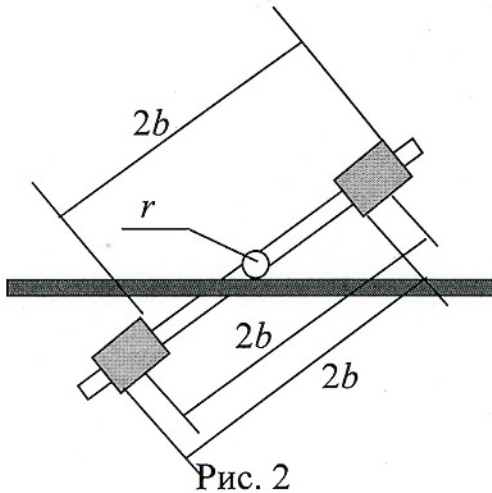

Рис. 2
2. Так как цилиндры имеют одинаковый размер, расстояние между центрами грузов равно расстоянию между их торцами, которое можно измерить значительно точнее (рис. 2).